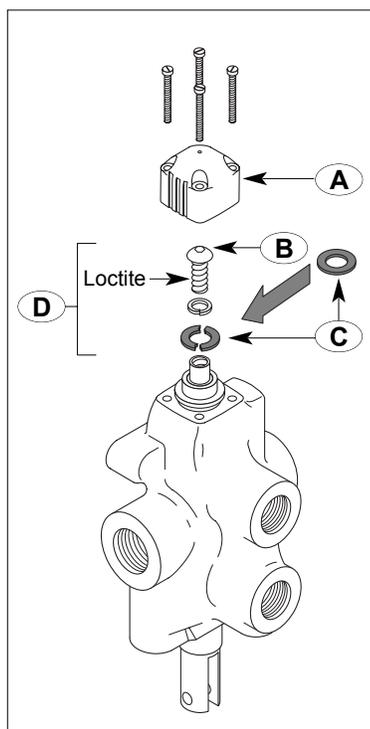

fig. 5
1. Retirer le capuchon de la valve de la renverse — *fig. 5 détail A.*
2. Dévisser la vis qui retient la rondelle d'arrêt — *fig. 5 détail B.*
3. Installer une rondelle neuve — *fig. 5 détail C.*